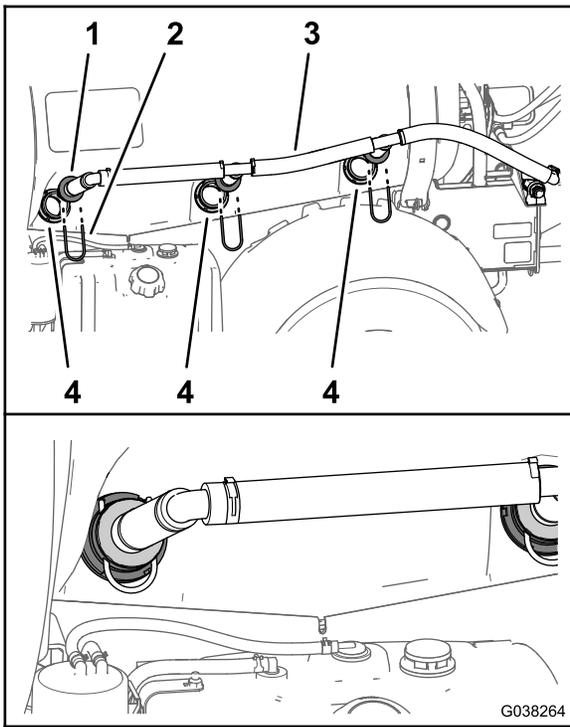

Bild 62
1. Setzen Sie die drei Rührwerkdüsen der Rührwerkdüsen in die Schottanschlussstücke des Sprühbehälters ein (Bild 62).
- Befestigen Sie die Rührwerkdüsen mit den drei Haltern (Bild 62), die Sie in Schritt 1 in Entfernen der Rührwerkdüsen vom Sprühbehälter \(Seite 13\) entfernt haben.